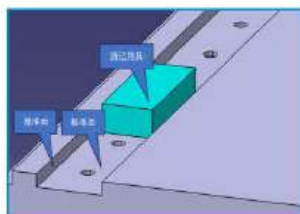

图2 安装前的检查
(A) 安装前务必去除安装基准面(如符号★所示)上的毛边、凹痕及污物。(如图2)